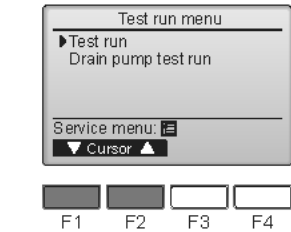

Fig. 8-2
- ② Test run (Çalışma testi) menüsünden "Test run" (Çalışma testi) öğesini seçin ve [SELECT] (SEÇ) düğmesine basın. (Fig. 8-2)
- ③ Çalışma testi başlatılır ve Çalışma testi ekranı görüntülenir.